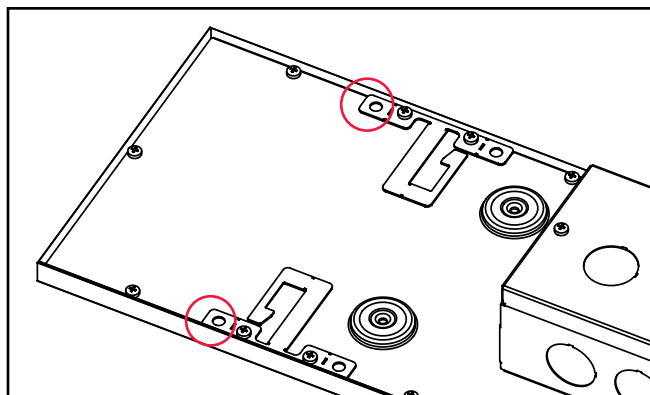

Figure 2.
**Note:** Les poids des luminaires sont indiqués ci-dessous. Assurez-vous que l'emplacement de la grille est conçu pour supporter le poids du luminaire avant de passer à l'étape suivante. En cas d'incertitude, utilisez le câble pour supporter le luminaire à la poutre de soutien appropriée au-dessus du luminaire en utilisant les trous circulaires des languettes de coin. (Figure 2.)